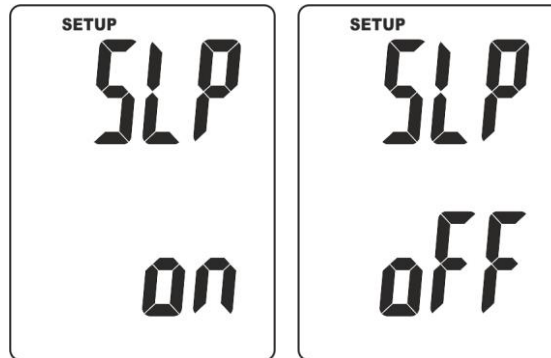

Abb. 5: Aktivierung/Deaktivierung der automatischen Ausschaltung
8. Am Ende drücken Sie die Taste **ENT** zur Bestätigung des Werts der Fläche des Kanals. Die folgende Bildschirmseite (siehe Abb. 5) erscheint im Display.